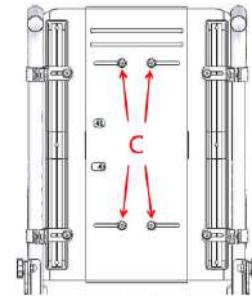

Figura 5-80
- Use una llave Allen número 4 para aflojar los tornillos C. (Figura 5-80).